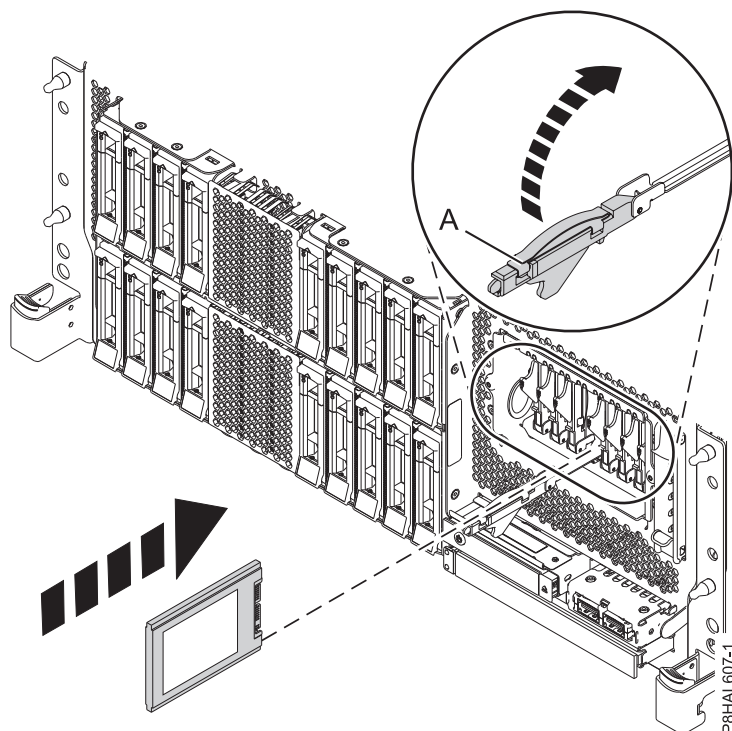
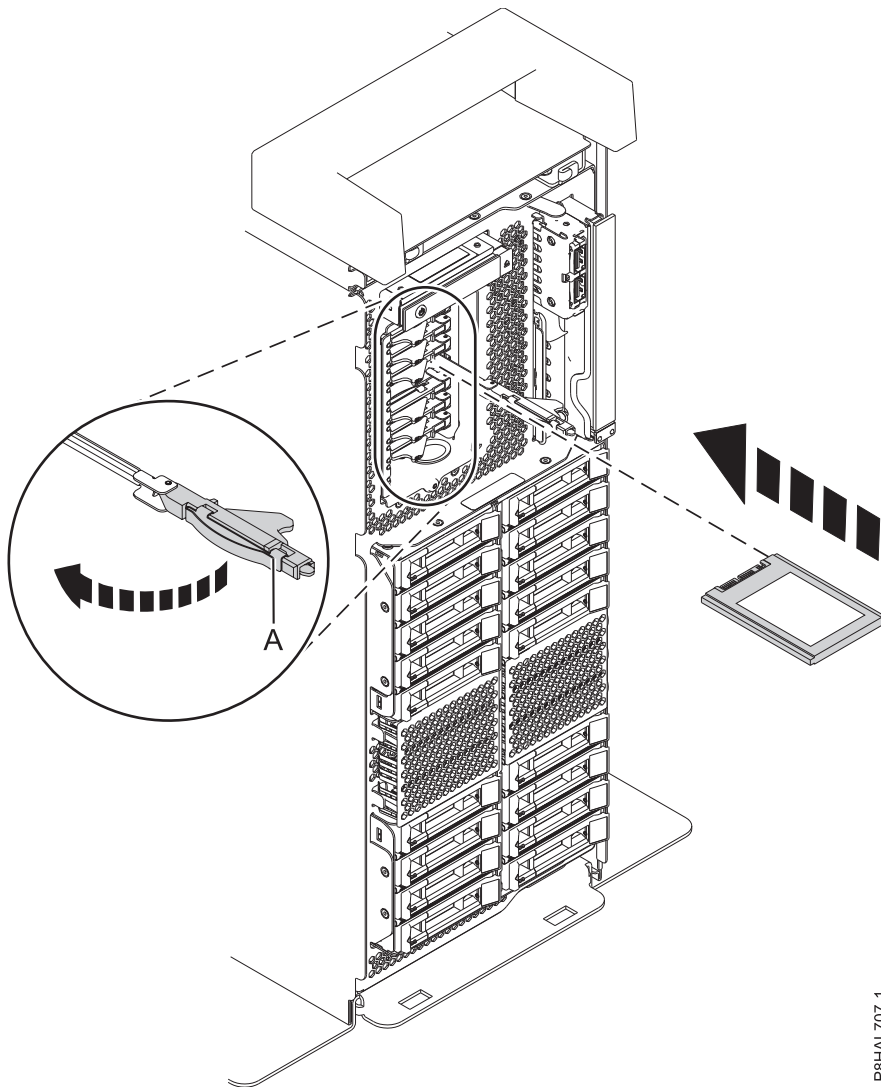

Figure 14. Installation d'une unité SSD dans un système à fonction étendue monté en armoire
Figure 15. Installation d'une unité SSD dans un système à fonction étendue autonome
3. Avec la poignée de la baie d'unité SSD (**A**) en position déverrouillée, tirez le levier vers l'extérieur pour accéder aux rails de guidage de l'emplacement SSD. Maintenez l'unité SSD par le dessous tout en l'alignant avec les rails de guidage de l'emplacement SSD. Voir figure 14 et figure 15, à la page 20.
4. Faites glisser l'unité SSD dans le système jusqu'à ce qu'elle soit en place, puis verrouillez-la en faisant tourner la poignée de la baie (**A**) dans la direction indiquée. Voir figure 14 et figure 15, à la page 20.